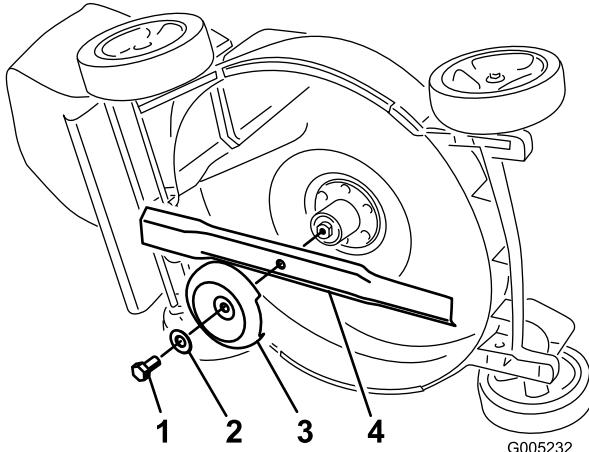

Figura 27
4. Inclinete il tosaerba sul lato **destro** (Figura 27).
Afferrate l'estremità della lama con un cencio o un guanto bene imbottito. Togliete il bullone della lama, la rondella, la coppa antistrappo e la lama (Figura 27).